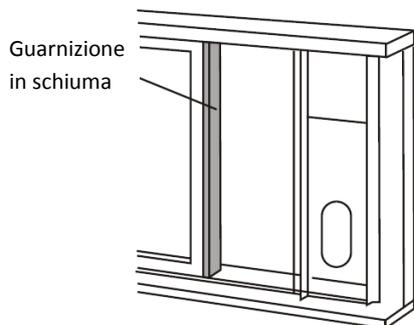

Fig. 14
3. Tagliare su misura la guarnizione in schiuma (autoadesiva) e incollarla sull'imposta sinistra. Come mostrato in fig. 14.